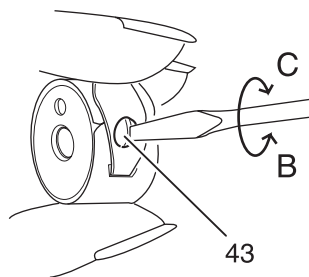

Рис. 33
- Несколько ослабьте, а затем снова приверните винт 43, чтобы при вытягивании нитки ощущалось заметное сопротивление (рис. 33).